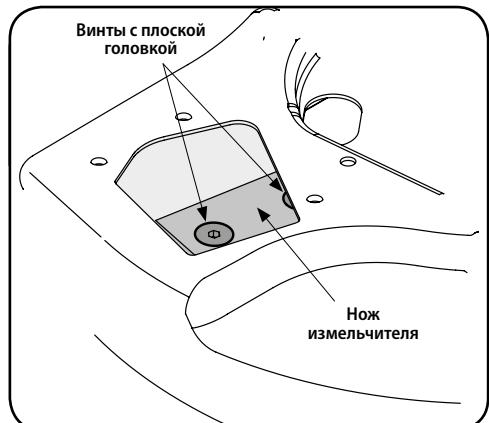

Рисунок 7-11
- 14 Используя ключ-шестигранник на 3/16 дюйма, выкрутите винты с плоской головкой, которыми нож измельчителя крепится к крыльчатке. Эти винты доступны через отверстие, созданное при более раннем отсоединении канала измельчителя. См. рисунок 7-11.